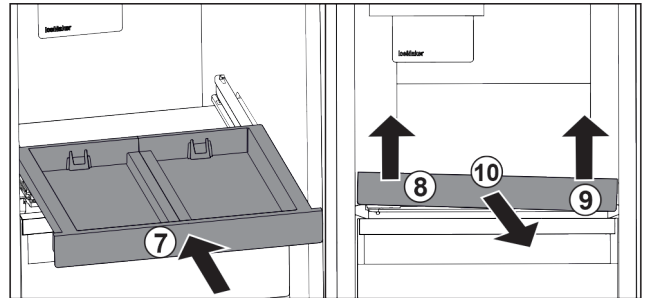

Fig. 25
- ▶ Uitschuifplateau erin schuiven. Fig. 25 (7)
- ▶ Uitschuifplateau linksvoor optillen. Fig. 25 (8)
- ▶ Uitschuifplateau rechtsvoor optillen. Fig. 25 (9)
- ▶ Uitschuifplateau er naar voren uitnemen. Fig. 25 (10)